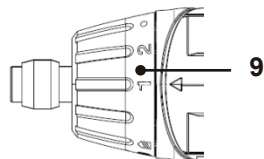

Fig. 10
Numerele poziționate în jurul gulerului sunt utilizate pentru a indica nivelul cuplului. Cu cât este mai mare numărul de pe guler, cu atât este cuplul mai mare și cu atât se poate acționa mai rapid. Pentru a selecta oricare dintre numere, rotiți gulerul (9), până ce numărul dorit se aliniază cu săgeata indicatoare de pe carcasă (Fig. 10).